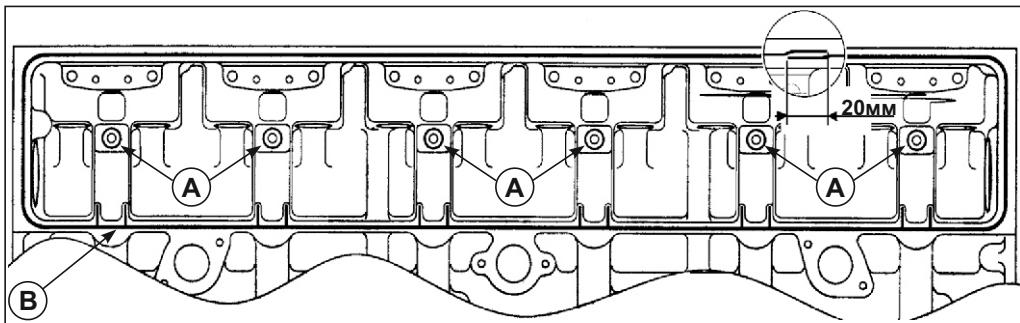

Рис. 120. Установка боковой пластины.
4. Нанести герметик "Силикон CAF 44" (возможно использование герметика "Локтайт-5910" или других марок на силиконовой основе), как указано на **Рис. 120** в местах (B); в местах (A) вокруг отверстий крепления нанести герметик "Локтайт-518".